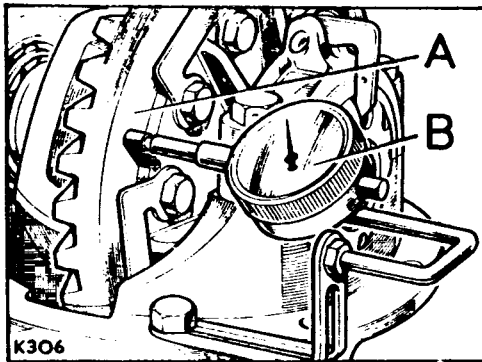

Fig. E1-61.- Verificación del centrado de la corona
6.16.- Con un micrómetro de esfera, D (Fig. E1-61), se comprobará el alabeo de la corona en su parte posterior, A, el cual no debe ser superior a  $0,004''$  ( $0,10$  mm.). Si se observase un descentrado excesivo, deben desmontarse la corona y caja de satélites, y volverse a colocar nuevamente en una posición distinta. Realizando de nuevo el montaje se verificará otra vez el descentrado repitiendo la operación hasta conseguir que aquel no exceda del valor máximo indicado.